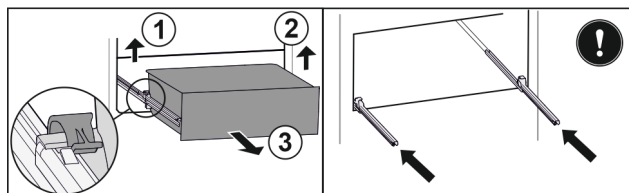

Fig. 131
- Løft venstre klemme og trekk samtidig skuffen fremover til venstre. Fig. 131 (1)
- Løft høyre klemme og trekk samtidig skuffen fremover til høyre. Fig. 131 (2)
- Ta ut skuffen framover. Fig. 131 (3)